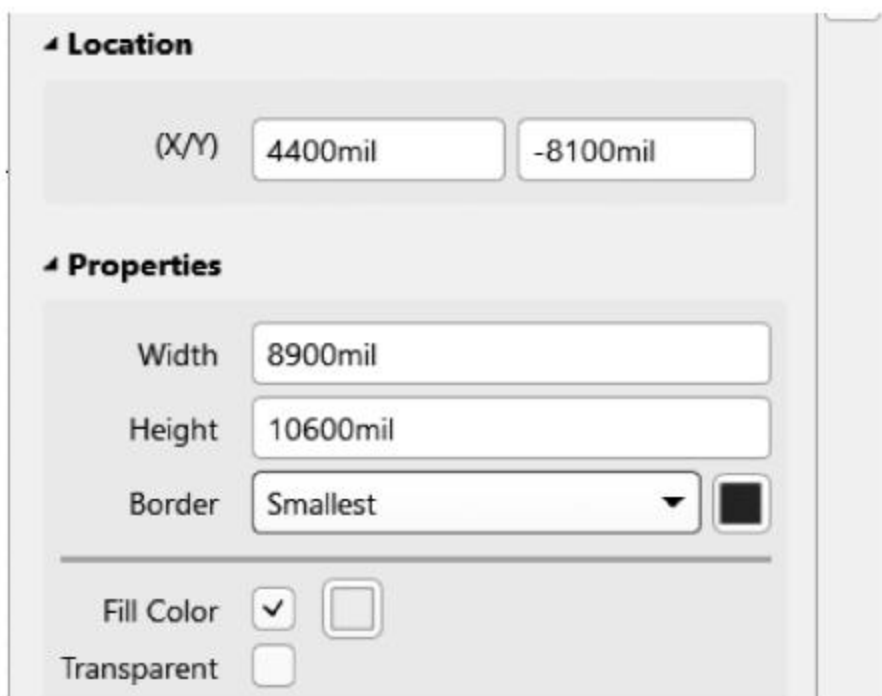

图 3-9 矩形属性编辑面板
(1) 执行菜单栏中“放置”→“矩形”命令，或单击工具栏中的“放置矩形”按钮 ，光标变成十字形状，并带有一个矩形图标。
(2) 将光标移到要放置矩形的位置，单击鼠标左键确定矩形的一个顶点，移动光标到合适的位置再一次单击确定其对角顶点，从而完成矩形的绘制。
(3) 此时软件仍处于绘制矩形的状态，重复步骤(2)的操作即可绘制其他的矩形。
(4) 设置矩形属性。双击需要设置属性的矩形(或在绘制状态下按 Tab 键)，系统将弹出相应的矩形属性编辑面板，如图 3-9 所示。